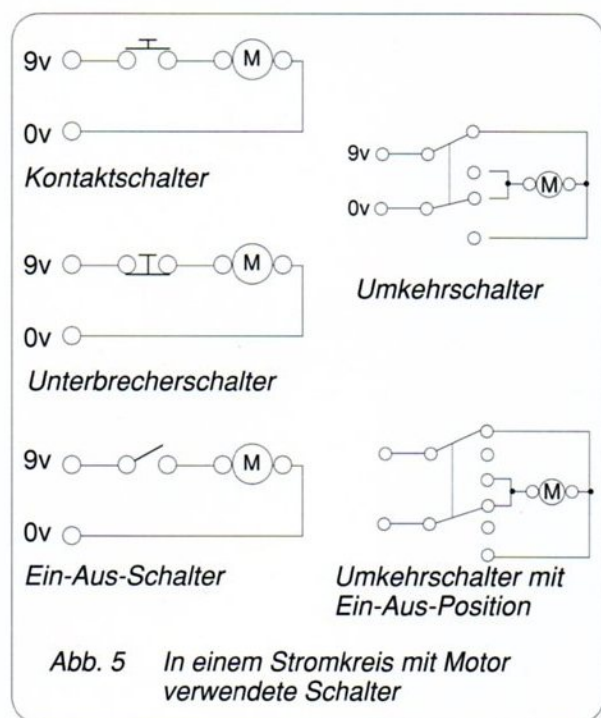

Abb. 5 In einem Stromkreis mit Motor verwendete Schalter
5) In Abb. 5 sind die Symbole der Schalter zu sehen, die ihr in den Lektionen verwendet habt. Welchen Schalter werdet ihr für eure Konstruktion verwenden? Fügt eurem Schaltplan eine Anmerkung hinzu um zu erläutern, warum ihr euch für diesen Schalter entschieden habt.